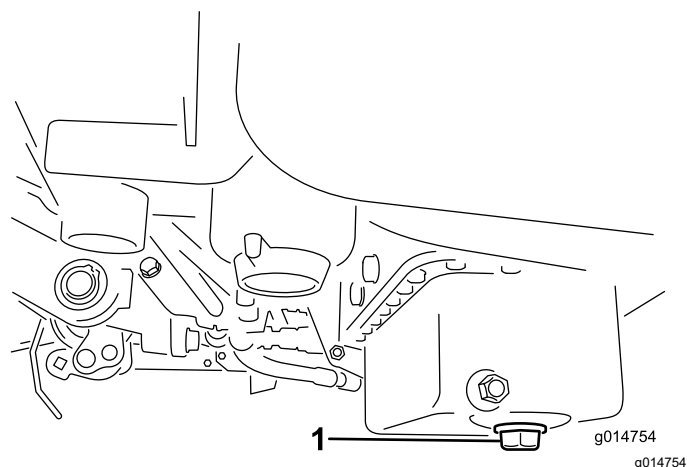

Figura 36
1. Togliete il tappo di spurgo e lasciate defluire l'olio in una bacinella. Quando l'olio cessa di defluire, rimontate il tappo (Figura 36).